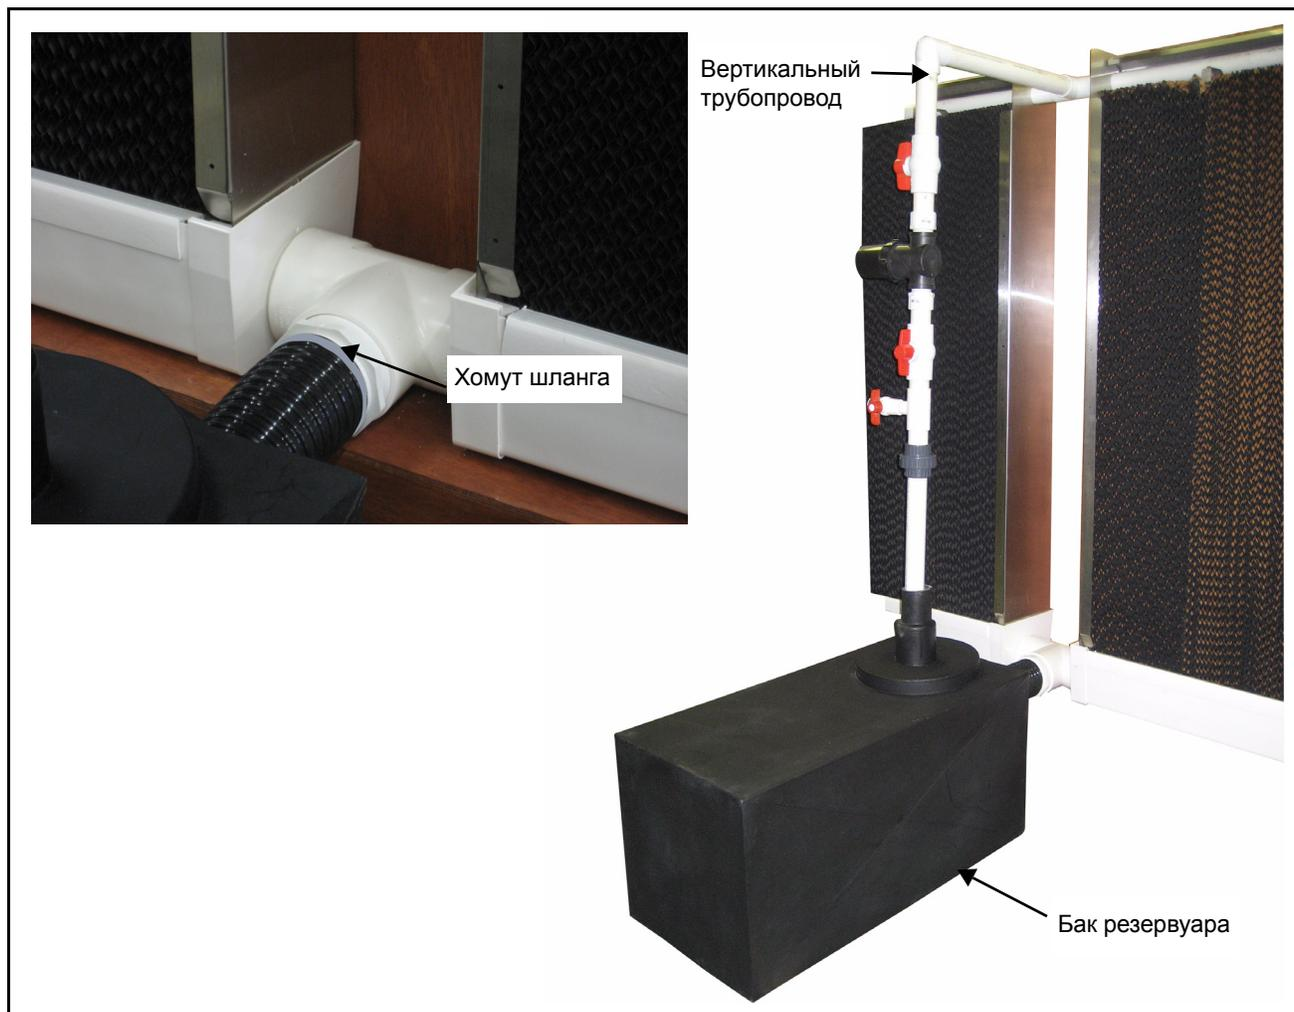

Рисунок 1E
**Пункт 10:** Установите бак резервуара надлежащим образом и подсоедините выпускной шланг от бака к переходнику 4" SCH 40 (60-0422) с помощью хомутов шланга. (См. рис. 1E).
**Пункт 11:** Наконiec, подсоедините вертикальный трубопровод, идущий от бака резервуара, и приклейте его к тройнику 1 1/2" SCH 40 (60-0019), идущему в распределительную трубу. (См. рис. 1E).